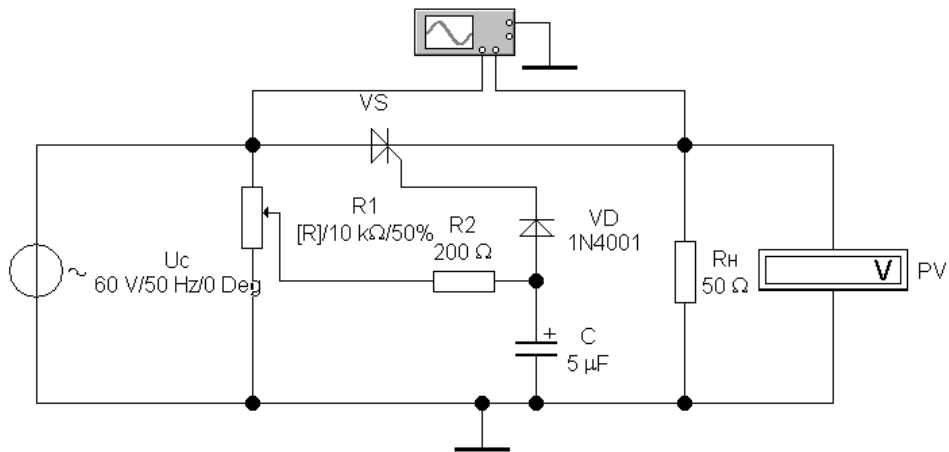

Рисунок 4 – Схема для дослідження однофазного однопівперіодного керованого випрямляча
2.4 В меню програми обрати схему керованого випрямляча (рис. 4).